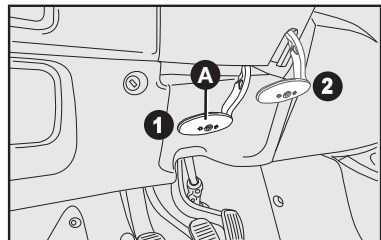

fig. 17
VOLANTE - fig. 17
- 1) deslocar a alavanca **A-fig. 17** para a posição **2-fig. 17**;
3) retornar a alavanca à posição **1-fig. 17** para travar o volante novamente.